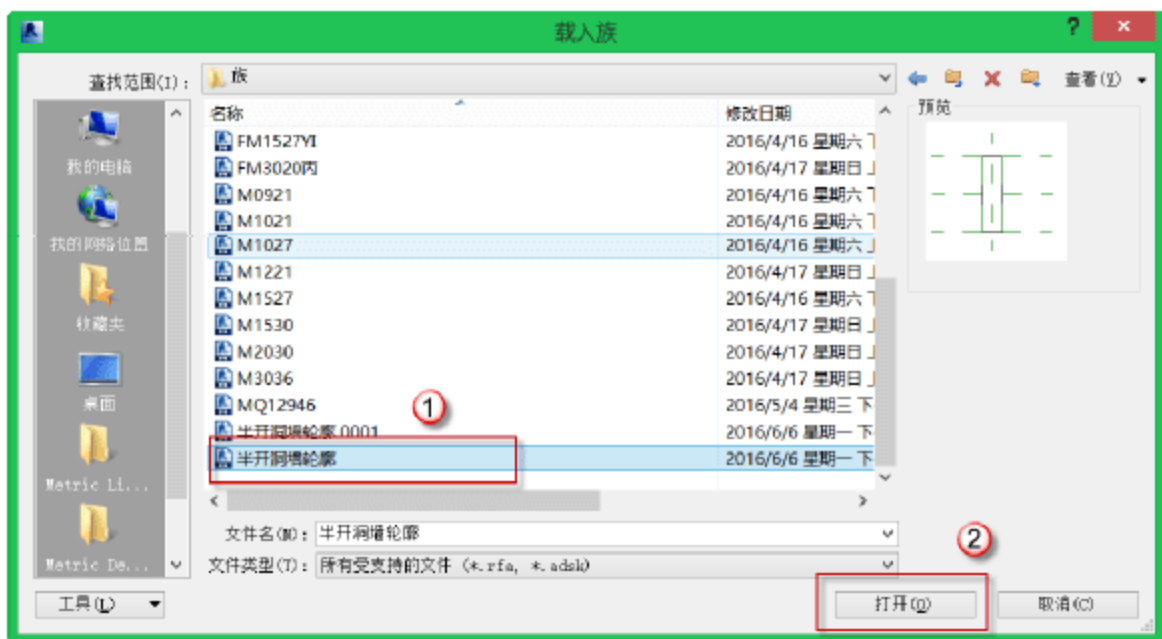

图 10.1.38 载入“半开洞墙轮廓族”
(7) 载入“半开洞墙轮廓”族。在“分隔缝”对话框中单击“载入轮廓”按钮，在弹出的“载入族”对话框中选择“半开洞墙轮廓”族，单击“打开”按钮，如图 10.1.38 所示。